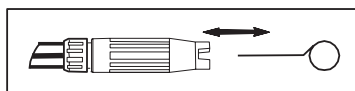

Fig. 2
- Pour nettoyer la buse, utilisez le kit de nettoyage fourni ou introduisez un clip déplié par l'orifice de la buse. Bougez-le vers l'intérieur et vers l'extérieur jusqu'à retirer toutes les saletés et poussière (Fig. 2).